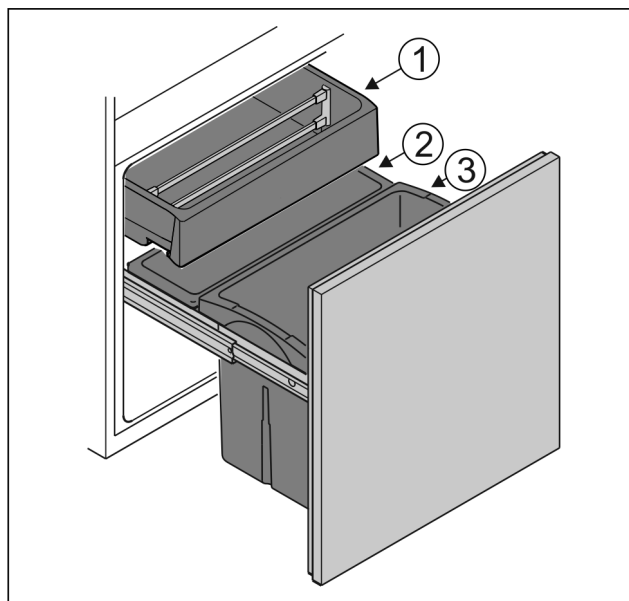

Fig. 70
- Bac Fig. 70 (1): Conserver les légumes et les fruits tropicaux non emballés.
- Bac Fig. 70 (2): Conserver les petits fruits et légumes non emballés.
- Bac Fig. 70 (3): Conserver les bouteilles individuelles.